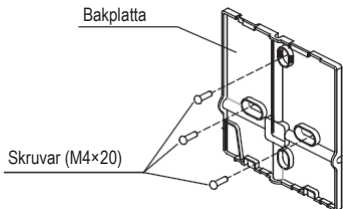

Fig. 3-5
- För exponerad montering: Sätt fast bakplattan på väggen med de tre skruvarna (M4x20) och pluggarna. (Fig.3-5)